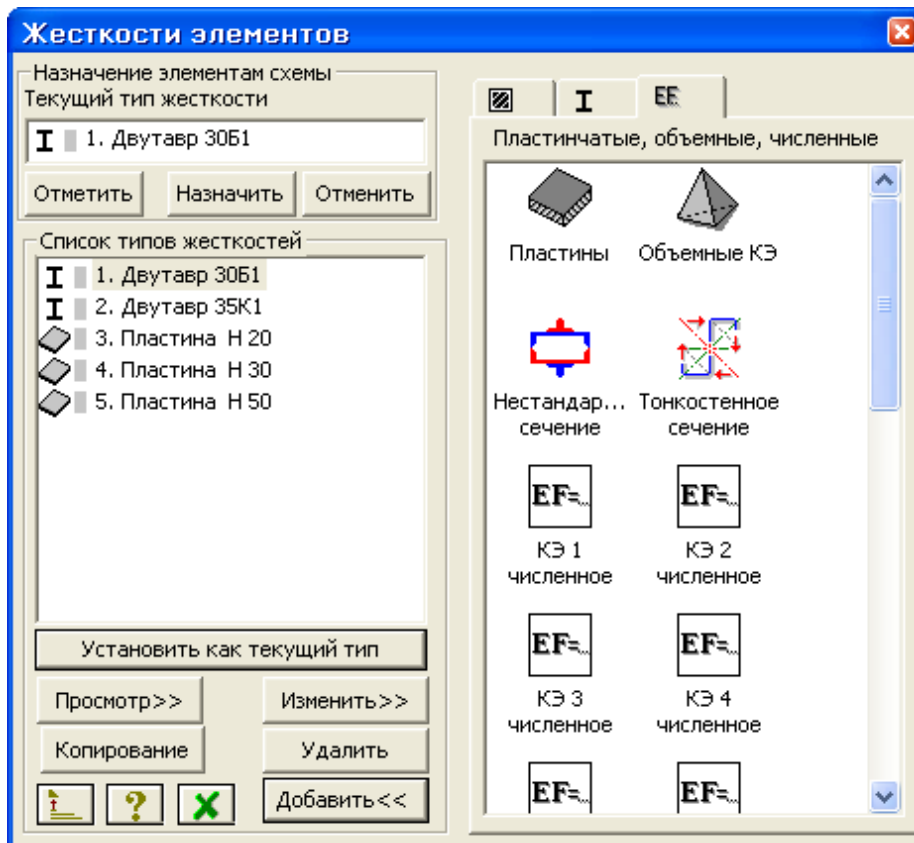

Рис.4.11. Диалоговое окно Жесткости элементов
- С помощью меню **Жесткости** ⇒ **Жесткости элементов** (кнопка  на панели инструментов) вызовите диалоговое окно **Жесткости элементов** (рис.4.11).